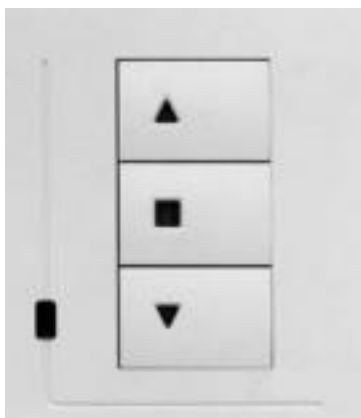

Рисунок 3.1 Контроллер управления.
3. Для включения режима программирования нажмите на контроллере все три кнопки на 4 секунды – светодиоды начнут мигать поочередно (рис. 3.1). Для возврата в обычный режим нажмите и удерживайте кнопку стоп до тех пор, пока светодиоды не перестанут мигать.
5.2.2 Дождаться готовности изделия – на контроллере управления загорится красный светодиод (рис.3.1).
5.5.1 Управление проекционным оборудованием осуществлять кнопками на панели управления (см. рисунок 3.1).
5.5.2 Включение питания видеопроекторного оборудования и опускание проекционного экрана осуществлять кратковременным нажатием кнопки «Вниз ▼» (см. рисунок 3.1).
5.5.3 После того, как проекционный экран полностью опустится, необходимо нажать на кнопку «Стоп ■» (см. рисунок 3.1).
5.5.4 Выключение питания видеопроекторного оборудования и подъем проекционного экрана осуществлять кратковременным нажатием кнопки «Вверх ▲» (см. рисунок 3.1).
5.5.5 После того, как проекционный экран полностью поднялся, необходимо нажать на кнопку «Стоп ■» (см. рисунок 3.1).